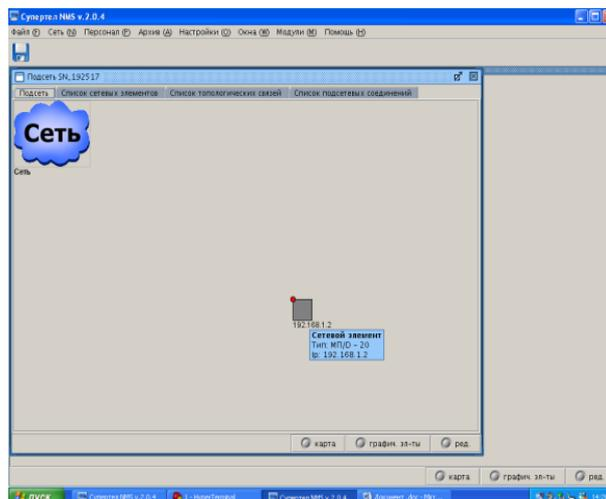

Рис. 21
7. В окне «Подсеть SN\_192517» создается сетевой элемент с названием которое задали, два раза кликнуть левой кнопкой мыши по нему, как показано на рис. 21.